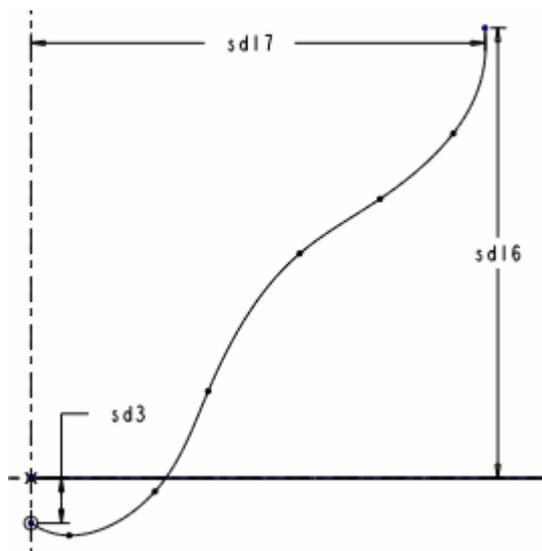

图 47-6
(6) 单击菜单【工具】 【关系】命令，打开【关系】窗口，模型中尺寸显示为符号形式，如图 47-6 所示。